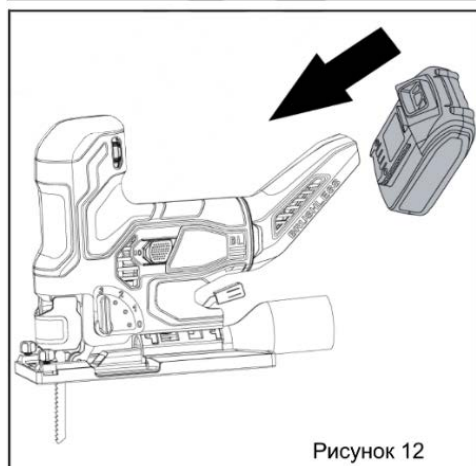
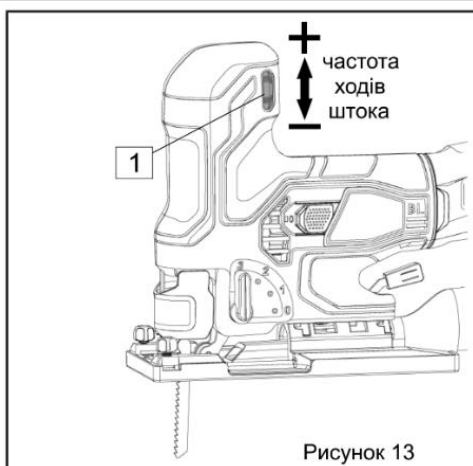

Рисунок 12
Рисунок 13
3.4.6 Під'єднайте акумуляторну батарею (дивіться рисунок 12, батарея не входить в комплект постачання та продається окремо!) та налаштуйте необхідну частоту ходів штока (дивіться рисунок 13).